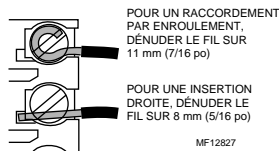

Fig. 4. Comment raccorder les fils correctement.
4. Faire passer un fil basse tension de l'humidificateur (déshumidificateur ou ventilateur du H1008D) et du matériel jusqu'aux bornes du régulateur. Voir Fig. 5 à 10. Raccorder les fils aux bornes par enroulement ou par insertion. Voir la Fig. 4.